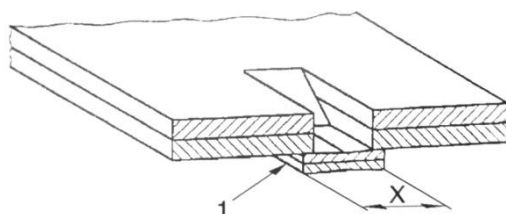

Рис.13
- При применении инструмента необходимо принимать во внимание габаритные размеры соединительного элемента «заклепки» **Рис.13**